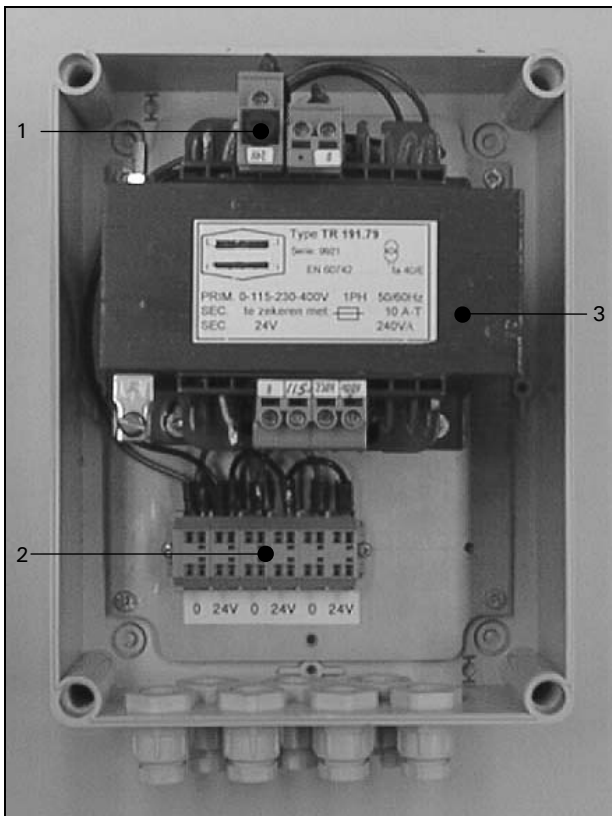

fig. 5
- Voer het netsnoer door de doorvoerwartel (A) en sluit het aan conform het meegeleverde elektrische schema (zie fig. 5).
- Voer de voedingskabel (NCW 11) door de doorvoerwartel en sluit de kabel aan op het aansluitblok (B) (zie fig. 5)